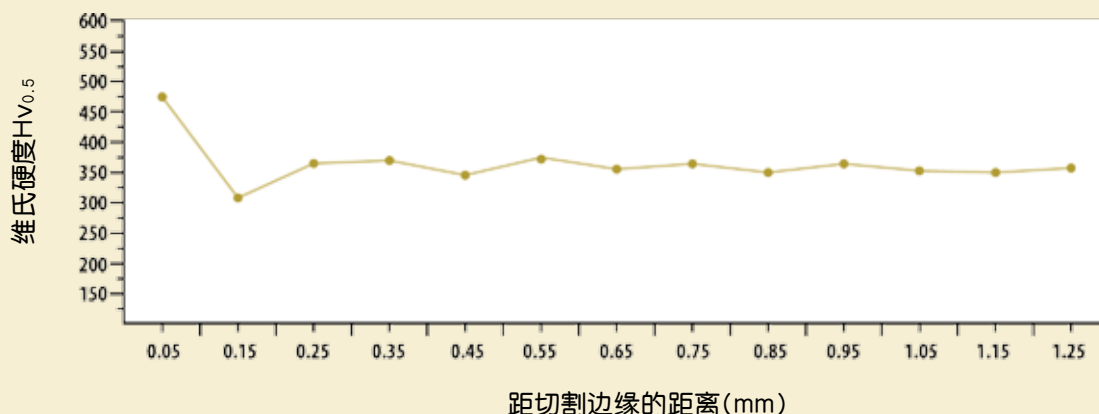

图3.
- 硬度的变化仅发生在接近边缘很小的区域内。激光切割的热影响区也很小 (见图3)，此热影响区距切割边缘如此之近，范围也如此狭小，以至于在后续的焊接过程中可将其轻易去除。